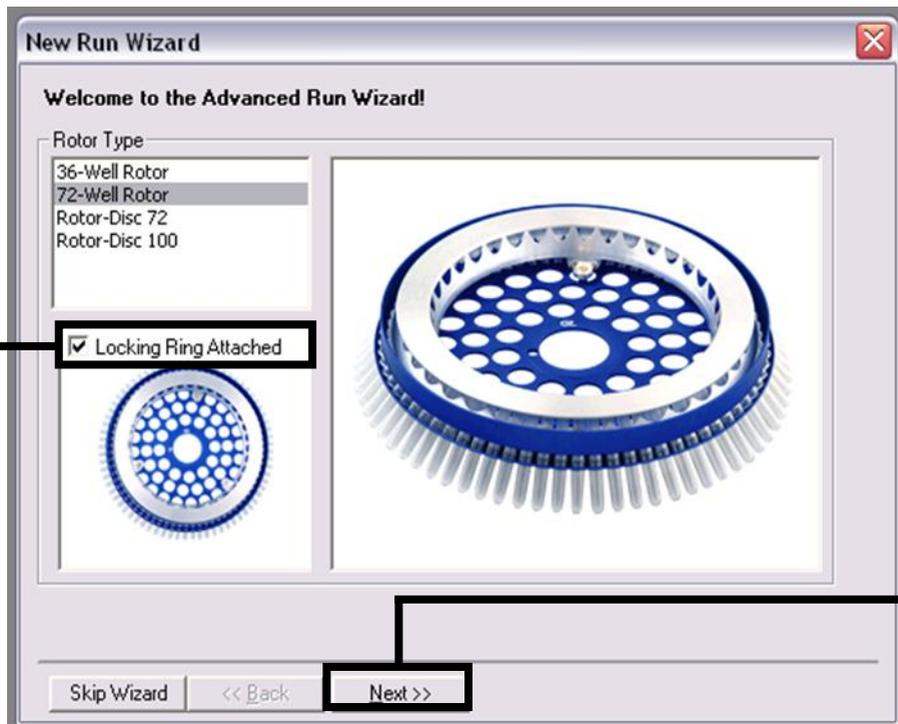

Abbildung 2. Das Dialogfeld „New Run Wizard“.
Einstellen allgemeiner Parameter	Abbildung 2, Abbildung 3
7. Öffnen Sie zunächst das Dialogfeld „New Run Wizard“ (Assistent für neuen Lauf) (**Abbildung 2**). Markieren Sie das Kontrollkästchen „Locking Ring Attached“ (Schließring angebracht) und klicken Sie dann auf „Next“ (Weiter).